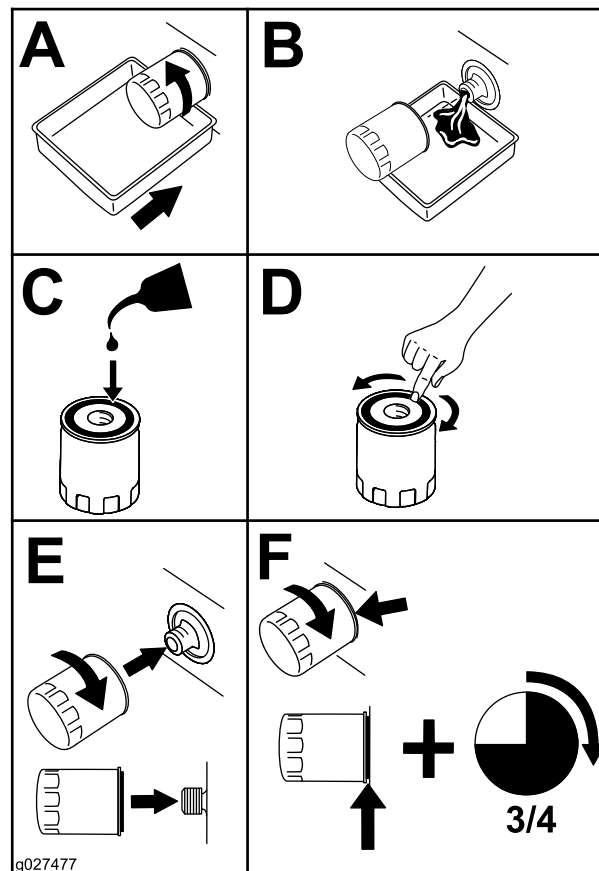

Figura 49
- Sustituya el filtro de aceite del motor (Figura 49).